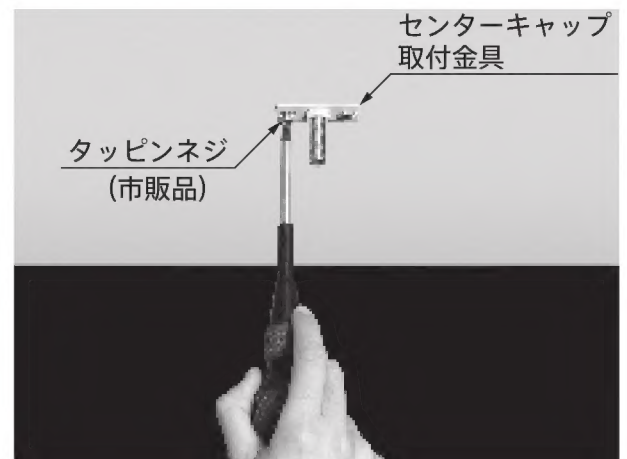

図 3
3. 本体を支えながら、本体吊り金具をタッピンネジ（市販品）にて天井の指定位置に固定します。（6ヶ所）（図3）